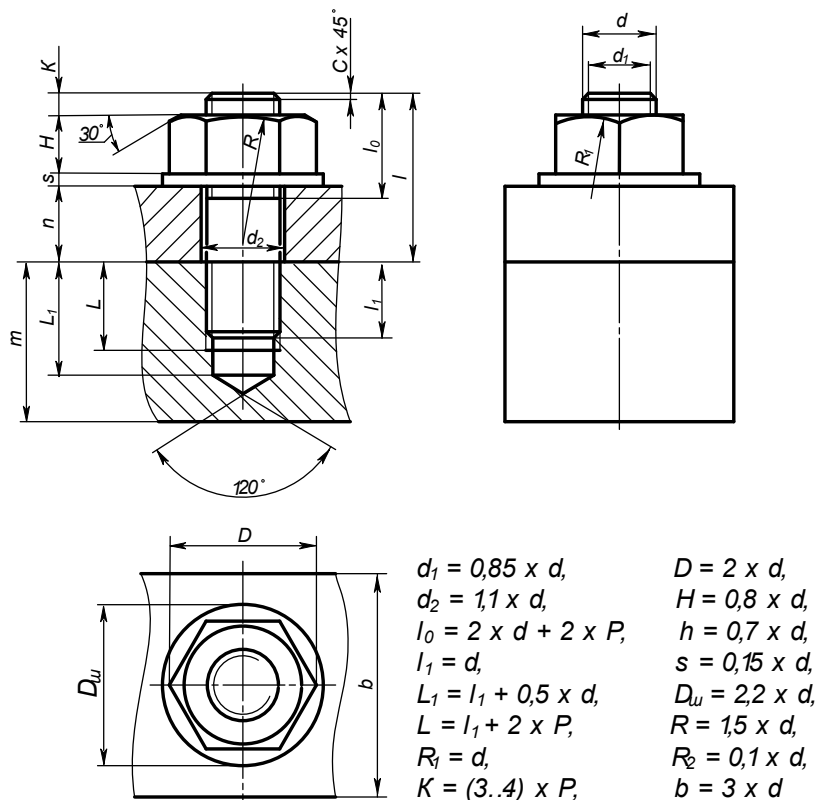

Рисунок 15 Условное изображение соединения деталей шпилькой и соотношения размеров деталей
- выполнить расчет размеров шпильки по формулам (рисунок 15)